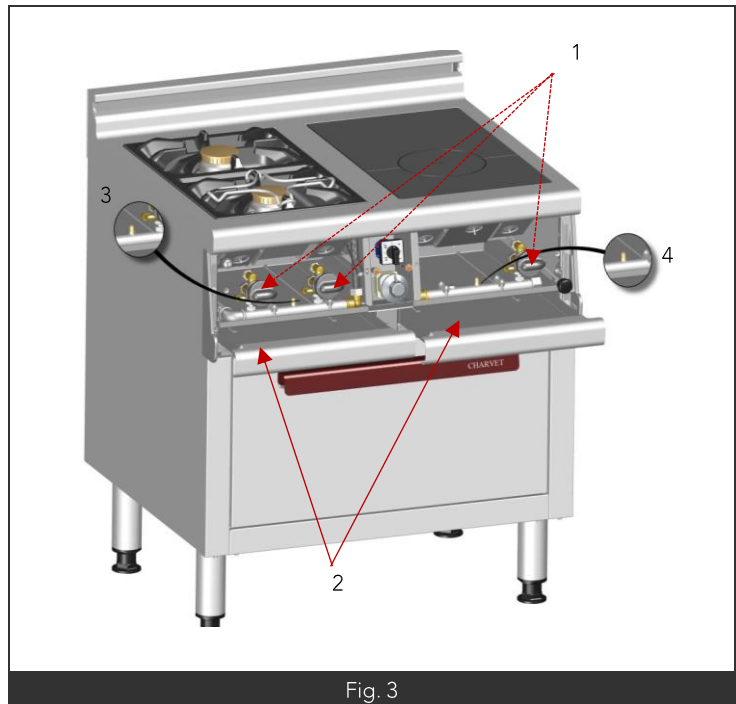

Fig. 3
- Retirer les manettes de commande (Fig3 Rep1).
- Retirer les tiroirs (Fig3 Rep2).
- Desserrer la (les)vis de pression (Fig3 Rep 3 et 4).